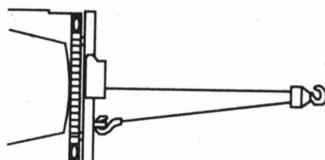

Figure 15
1. Double ligne avec un mousfre (voir Fig.15) pour réduire la charge sur le treuil, le câble métallique et la batterie. Le double revêtement réduira également la vitesse de la ligne du treuil. Assurez-vous que tout l'équipement utilisé répond à la capacité de traction maximale du treuil. En cas de double doublure, les poulies doivent être évaluées à au moins deux fois la capacité de traction du câble du treuil.